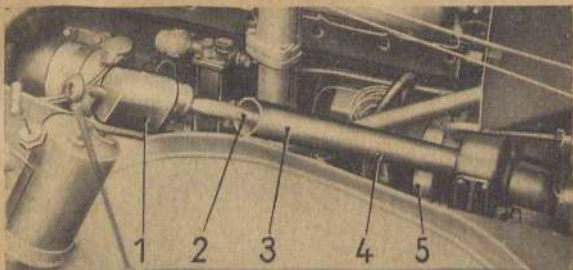

Bild 6. Anwärmen des Anlassers mit Lötlampe
16. Anlasser: Spurt der elektrische Anlasser nicht ein, wärme ihn mit der Lötlampe und dem Heizrohr an (Bild 6). — Halte das Heizrohr in die